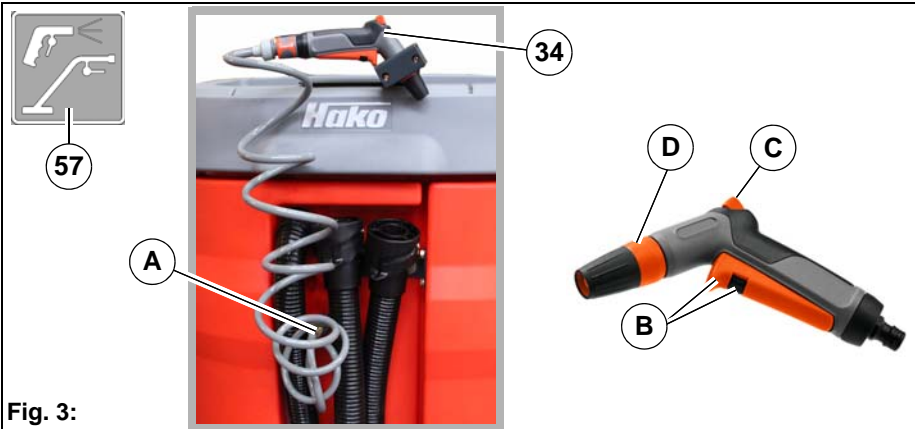

Fig. 2:
Håndsugerredskapet **Fig. 2-A** tjener til manuell rengjøring på vanskelig tilgjengelige steder.
1. Koble om sugeslange til parkeringsposisjon **Fig. 2-B**.
2. Sett slangen til verktøyet inn i åpningen på utsugingen **Fig. 2-C**.